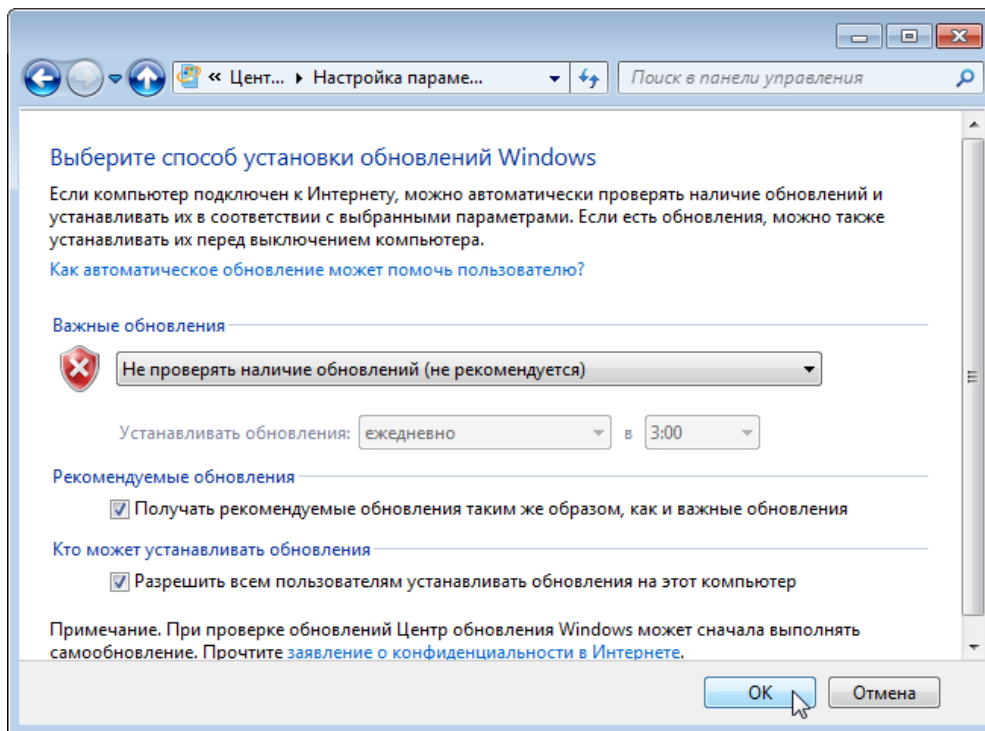

Рисунок 21.
- установить в списке «Важные обновления» в значение «Не проверять наличие обновлений» (см. рисунок 21);